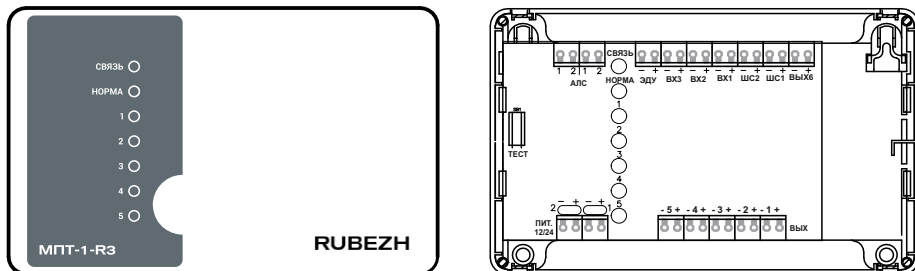

Рисунок 1
4.1 Конструктивно МПТ выполнен в пластмассовом корпусе. Корпус состоит из двух частей – основания и крышки. Внутри корпуса размещена плата с электронными компонентами (рисунок 1).